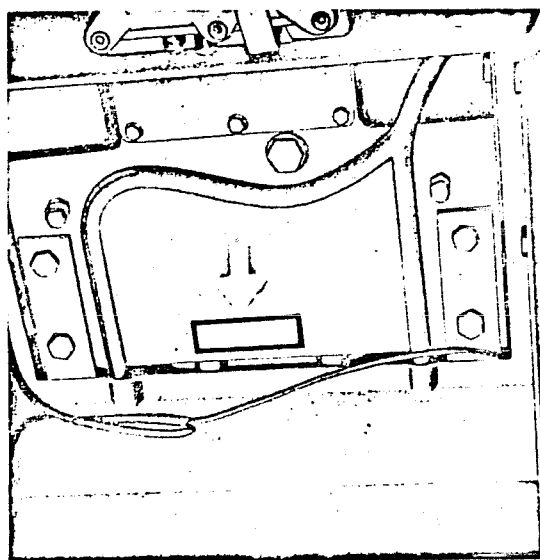

Fig. 2
N. DELLA TRATTRICE: stampigliato in alto sulla parte posteriore del corpo trattrice (visibile togliendo il cuscino) Fig. 2.
NUMÉRO DU TRACTEUR: frappé à froid en haut sur la partie postérieure du corps du tracteur (visible en enlevant le coussin du siège). Voir figure 2.
NR. DES SCHLEPPERS: markiert oben auf der Rückseite des Schlepperkörpers (sichtbar bei Abnahme des Kissens). Bild 2.